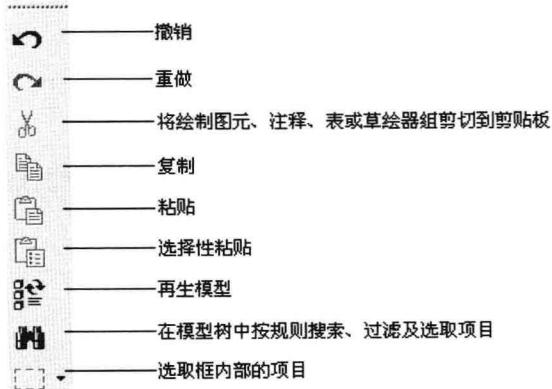

图 1-15
- “编辑”工具栏：该工具栏中的功能按钮可以对建立的特征进行编辑管理，如图 1-15 所示。